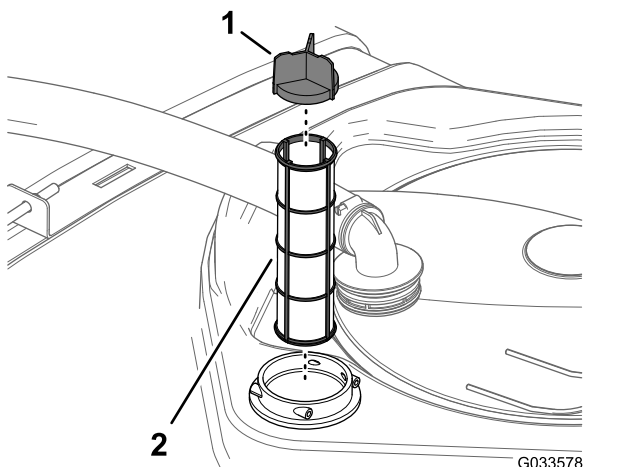

Рисунок 110
4. Извлеките старый фильтр линии всасывания из его корпуса в баке (Рисунок 110).